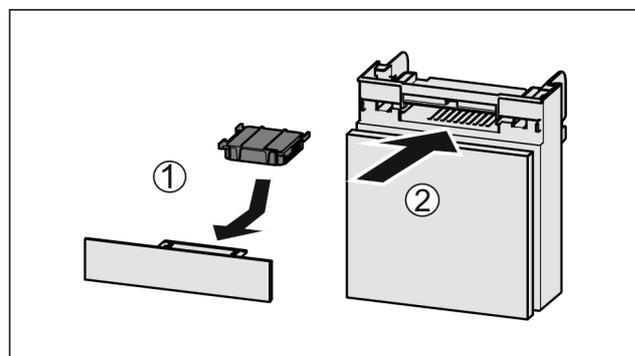

Fig. 51
- Inserire il vano Fig. 51 (2).